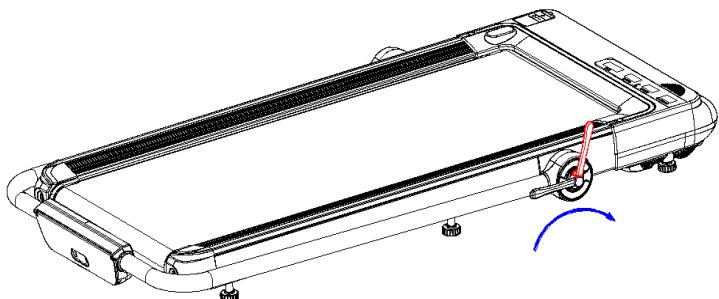

Рисунок 1
1. Выньте беговую дорожку из упаковки и установите на плоскую, ровную поверхность. Затем открутите ручку блокировки, как показано на рисунке ниже (Рисунок 1). Поднимите стойки вверх и зафиксируйте их при помощи ручки блокировки (Рисунок 2). Для выполнения сборки требуется, по крайней мере, два человека.